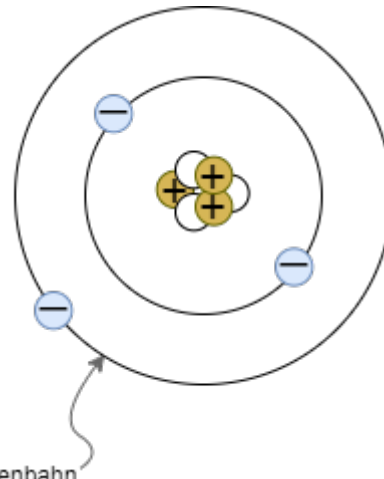

Fig. 1: Atommodell nach Bohr / Sommerfeld Quantenbahn
- Erklärung der Ladung anhand der Atommodelle nach Bohr und Sommerfeld (siehe figure 1)